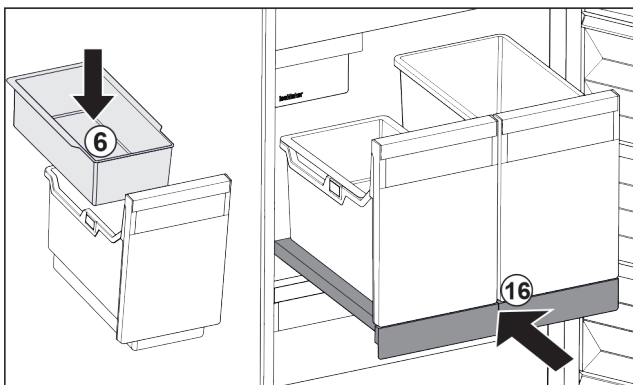

Fig. 130
- ▶ Installer le balconnet Fig. 130 (6) pour glaçons.
- ▶ Rentrer le compartiment coulissant avec le bac (IceTower). Fig. 130 (16)